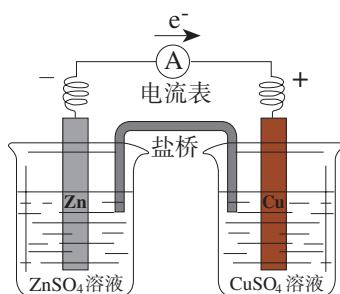

图 4-1 锌铜原电池示意图
如图 4-1 所示，将置有锌片的 ZnSO₄ 溶液和置有铜片的 CuSO₄ 溶液用一个盐桥^① 连接起来，然后将锌片和铜片用导线连接，并在中间串联一个电流表，观察现象。取出盐桥，观察电流表的指针有何变化。
实验表明，接通电路时，电流表的指针发生偏转，即电路中有电流通过。从上述装置中取出盐桥，电流表的指针又回到零点，即电路中没有电流通过。如图 4-1 所示的原电池叫做锌铜原电池，其中锌一端为负极，铜一端为正极。
(1) 图 4-1 所示的锌铜原电池工作时，电子在导线中的运动方向是怎样的？阴离子和阳离子在电解质溶液中的运动方向是怎样的？
① 盐桥中装有含 KCl 饱和溶液的琼脂，离子可在其中自由移动。
(2) 锌铜原电池可看作由两个半电池组成，一个发生氧化反应，另一个发生还原反应。试分别写出两个电极上的反应及总反应的离子方程式。
请结合图4-1绘制反映原电池工作原理的示意图，并与同学交流。示意图要求包括以下内容：